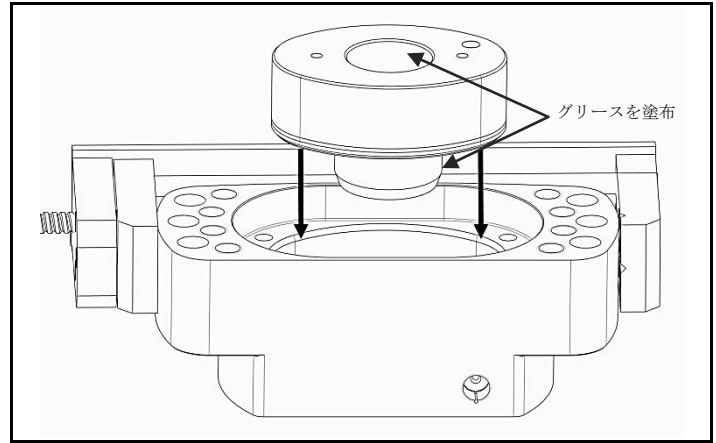

図 4.9 グリースの塗布およびピストンの取り付け
- a) ピストンアセンブリをボディにスライドさせるときは、内側面に損傷を与えないように注意します。（図 4.9）